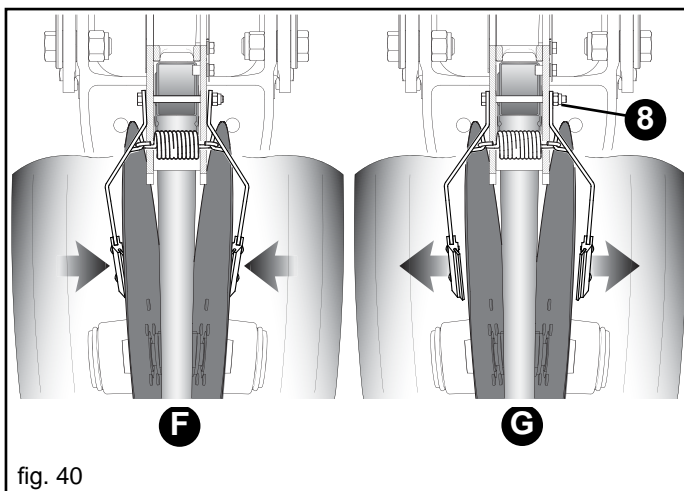

fig. 40
Die Säelemente werden mit Erdabschaber in Arbeitskonfiguration (F, Abb. 40) geliefert, d.h. sie liegen an den Scheibenscharen an. Bei Bedarf auf die Schraube (8) einwirken, um die Wirkung der Erdabschaber auszuschließen oder zu aktivieren.